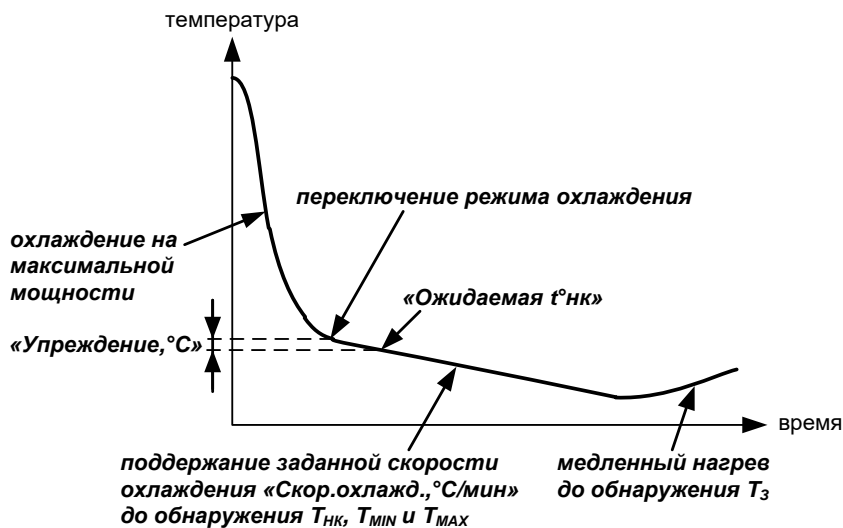

Рисунок 6 – Охлаждение пробы
- Переключение с полной мощности охлаждения на охлаждение с заданной скоростью при достижении температуры переключения (рисунок 6 на странице 9).